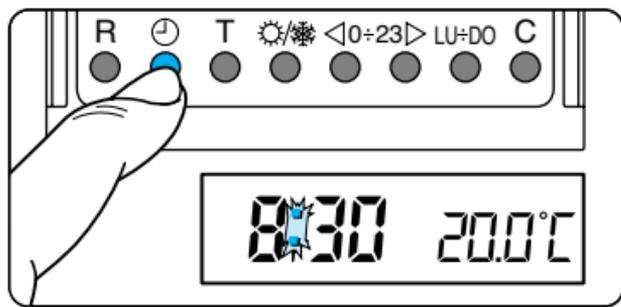

Fig. 18
3.8 -Premere il pulsante \ominus per terminare la procedura di impostazione ora e giorno (fig. 18).